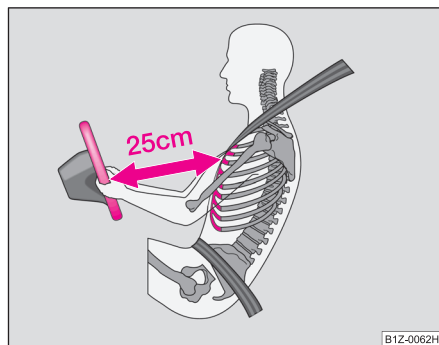

Fig. 116 Distanța sigură față de volan
- Atât pentru conducător cât și pentru pasagerul dreapta este important să păstreze o distanță de cca. 25 cm față de volan, respectiv de tabloul de bord ⇒ fig. 116. Dacă nu se respectă această distanță, sistemul airbag nu își poate exercita eficiența maximă – Pericol! Pe lângă acestea, scaunele din față și tetierele trebuie să fie întotdeauna reglate în funcție de mărimea corpului.